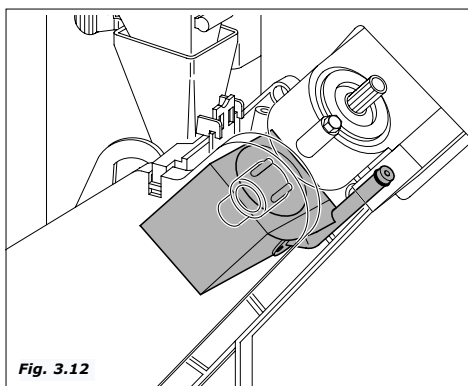

Fig. 3.12
- De nuevo se activa el motorreductor del grupo de café hasta llegar a la posición de reposo, (durante este movimiento se expulsa la pastilla de café utilizada) (Fig.3.12).